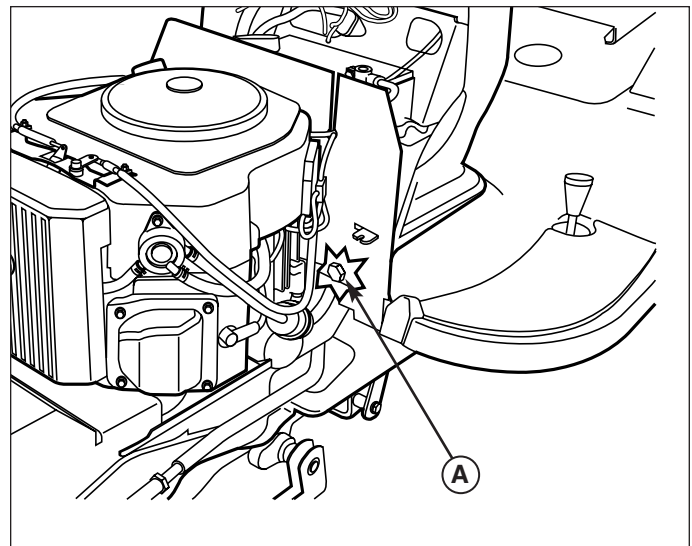

Figure 44. Réglage de l'aide au relevage manuel
1. Repérer le boulon de réglage (A, figure 44) dans le coin en bas à gauche de la cloison du compartiment moteur.
2. Faire tourner le boulon (A) à droite pour augmenter l'aide. Faire tourner le boulon (A) à gauche pour la diminuer.